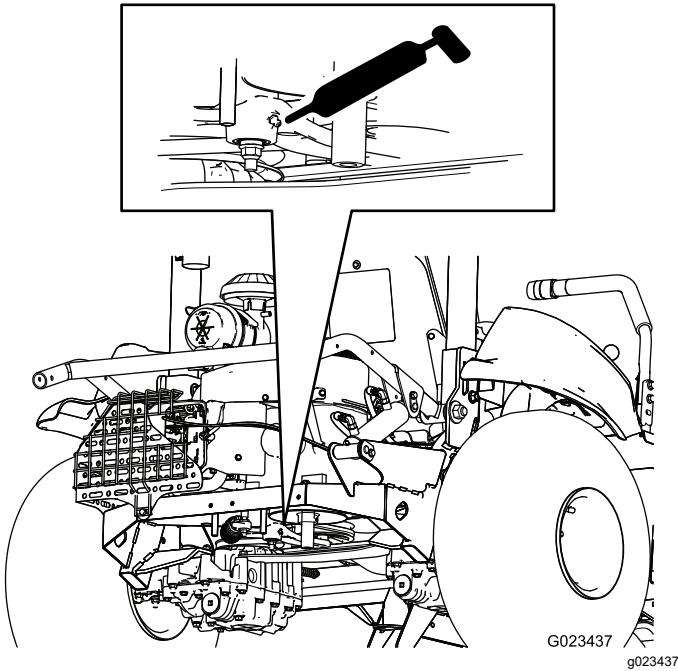

Bild 30
- Riemenspannvorrichtung (1), Bild 30